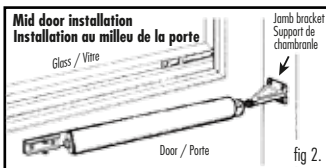
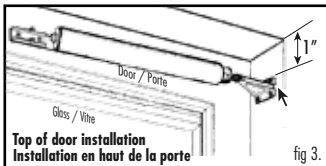

fig 2.
fig 3.
a) Mid door installation (fig. 2) b) Top of door installation (fig. 3)
a) Installation au milieu de la porte (fig. 2) b) Installation sur le haut de la porte (fig. 3)